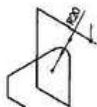

图 2-70 进行圆角操作
(7) 单击草图工具栏中的  (绘制圆角) 工具, 对上述完成的空间线段进行圆角操作, 如图 2-70 所示。